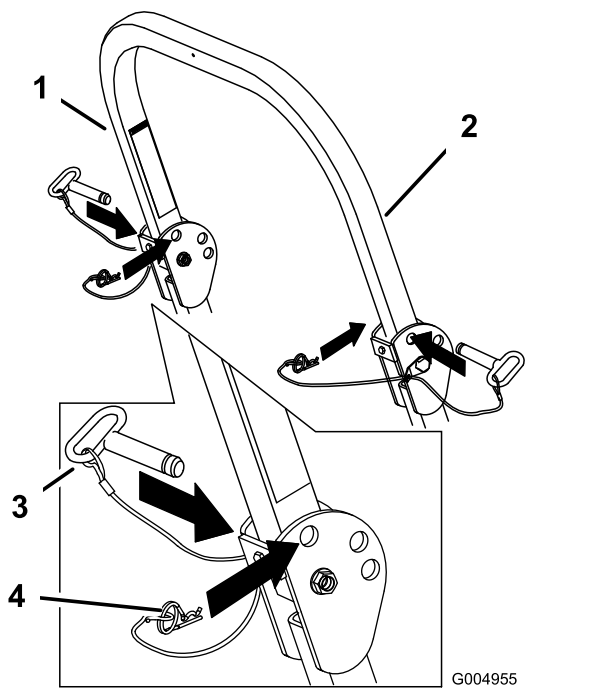

Figura 8
1. Retire las chavetas y retire los dos pasadores (Figura 8).
3. Instale los dos pasadores y sujételos con las chavetas (Figura 8).
- Para elevar la barra anti-vuelco, retire las chavetas y los dos pasadores (Figura 8).
- Eleve la barra anti-vuelco a la posición vertical, instale los dos pasadores y sujételos con las chavetas (Figura 8).